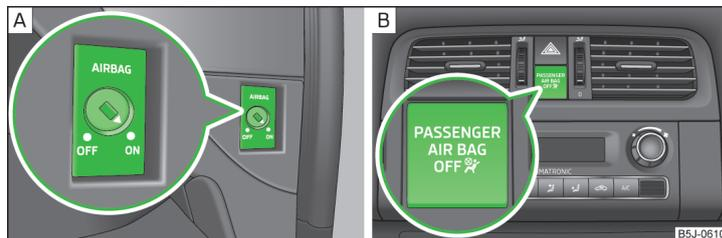

Fig. 12 Conmutador de llave para el airbag lateral del acompañante/Testigo para el airbag delantero del acompañante
- El testigo de control **OFF**  - » fig. 12 de la página 22  se enciende tras conectar el encendido.
- Gire con la llave del vehículo cuidadosamente la ranura del conmutador de llave a la posición **OFF** » fig. 12  - .
- Compruebe si, tras conectar el encendido, se enciende el testigo **OFF**  bajo el rótulo **PASSENGER AIR BAG** » fig. 12 - .
- Gire con la llave del vehículo cuidadosamente la ranura del conmutador de llave a la posición **ON** » fig. 12  - .
- Compruebe si, tras conectar el encendido, no se enciende el testigo **OFF** **!**; bajo el rótulo **PASSENGER AIR BAG** » fig. 12 - **!**.